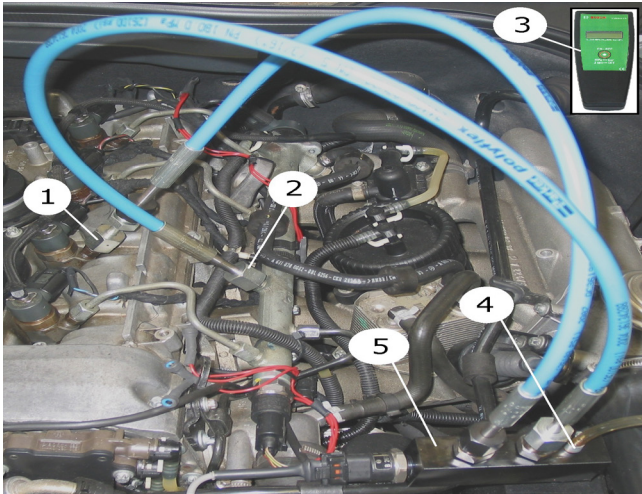

Abb. 16: Exemple de raccordement Capteur de pression sur rail
-  Pour des raisons de sécurité, si une soupape de limitation de la pression est montée dans le capteur de pression (fig. 16, pos. 5), la pression est limitée à 180 MPa. Raccorder impérativement le flexible fourni au raccord (fig. 16, pos. 4) du capteur de pression et l'insérer dans un réservoir de collecte adapté pour le carburant diesel.
3. Raccorder le premier flexible 180 MPa (fig. 16, pos. 2) avec un adaptateur de raccordement, une équerre, un écrou et une bague de pression (filetage à gauche) au rail et au capteur de pression (fig. 16, pos. 5).
4. Raccorder le deuxième flexible 180 MPa (fig. 16, pos. 1) avec un adaptateur de raccordement, une équerre, un écrou et une bague de pression (filetage à gauche) à l'injecteur et au capteur de pression (fig. 16, pos. 5).
6. Raccorder la conduite de raccordement à l'appareil d'affichage numérique de la pression (fig. 16, pos. 3) et le capteur de pression du rail du module du module de pression (fig. 16, pos. 5).